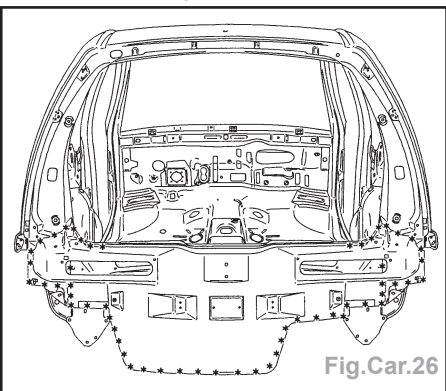

Fig.Car.26
- Dégraffer les points à l'aide d'une fraise de Ø 8 mm (Fig.Car.26).
- Souder par points électriques et cordon MAG (Fig.Car.26).